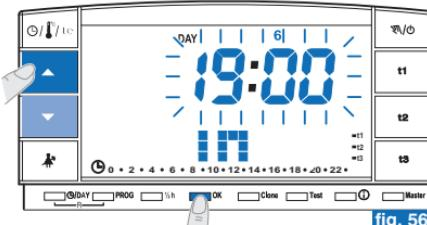
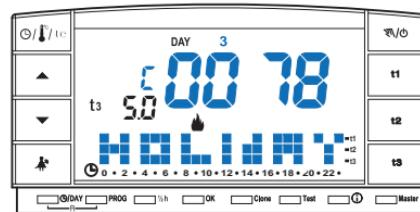

fig. 56
fig. 57
- En pantalla aparece (parpadeando) la hora en la que se pretende finalizar el recuento (regresar a la vivienda), con las teclas **▲▼** configurar la hora; confirmar pulsando la tecla **OK** (fig. 56 de la página siguiente).
- Una vez finalizada la introducción de los datos y que se ha confirmado con la tecla **OK** (ejemplo en fig. 56), en pantalla pueden aparecer **dos visualizaciones diferentes** (dependiendo de los datos que se han introducido).
- Pulsando la tecla **OK** (ejemplo en fig. 56) el cronotermostato iniciará la cuenta a atrás y el programa mantendrá la temperatura **t3** Ausencia configurada (configuración de fábrica 5°C en modalidad "Invierno" y 33°C en "Verano", ambas regulables como se ha indicado en el apartado 5.6) hasta el final de las horas programadas y en pantalla se visualiza el número de horas que faltarán para el final del programa más el mensaje **HOLIDAY** (ejemplo en fig. 57).
- Pulsando la tecla **OK** (ejemplo en fig. 56) el cronotermostato volverá al programa en función primero de la introducción de datos en el programa **P 04** en espera de activar este último programa.
Pasado este tiempo el cronotermostato iniciará la cuenta a atrás y el programa mantendrá la temperatura **t3** Ausencia configurada (configuración de fábrica 5°C en modalidad "Invierno" y 33°C en "Verano", ambas regulables como se ha indicado en el apartado 5.6) hasta el final de las horas programadas; en pantalla se visualiza el número de hora faltantes al final del programa más el mensaje **HOLIDAY** (ejemplo en fig. 57).